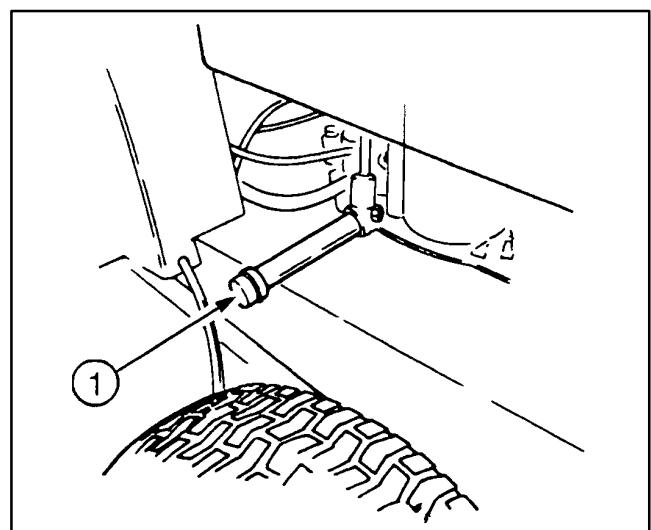

Abbildung 14
- B. Den Motor abstellen und eine Auffangwanne unter die Abläßschraube (Abb. 14) stellen. Die Abläßschraube entfernen und das Öl in die Wanne ablaufen lassen. Wenn kein Öl mehr fließt, die Abläßschraube wieder einsetzen.